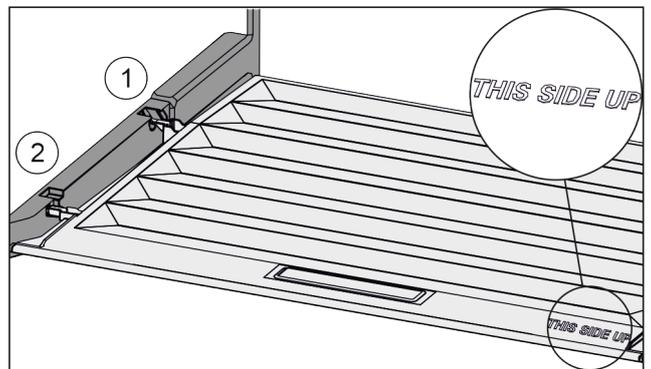

Fig. 79
- ▶ Inserire le nervature del coperchio attraverso l'apertura del supporto posteriore Fig. 79 (1) e innestare anteriormente nel supporto Fig. 79 (2).